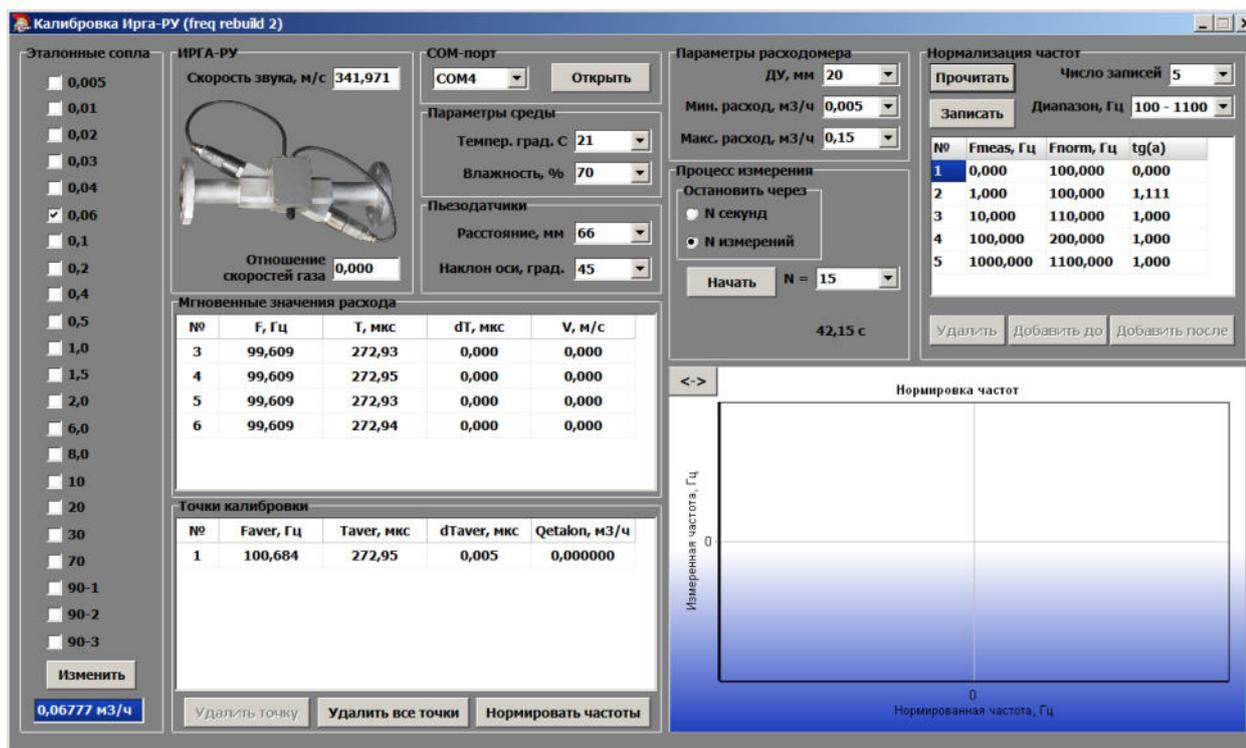

Рисунок 7 – Общий вид ПО «Калибровка Ирга-РУ»
3.2.7 Для диагностики отношения скорости газа по акустическому каналу к средней скорости газа в ультразвуковом преобразователе расхода и скорости распространения ультразвуковых импульсов при помощи программатора из комплекта поставки подключить ПК к разъёму «Программатор» Ирга-100 РУ и запустить от имени Администратора (для операционных систем семейства Windows) или с правами root (для операционных систем на базе ядра Linux) ПО «Калибровка Ирга-РУ» (см. рисунок 7).